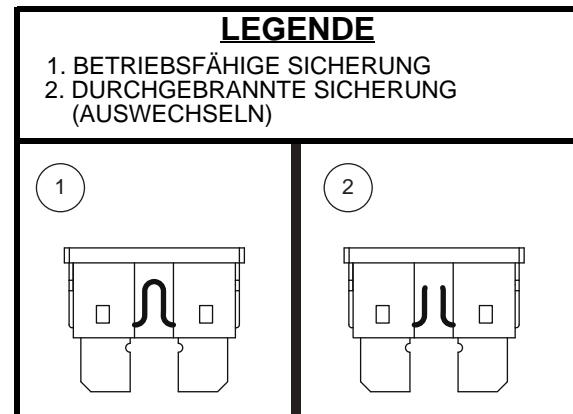

Abb. 24. Wechseln der Sicherung
2. Sicherung auf Durchbrennen überprüfen. Siehe Abb. 24.